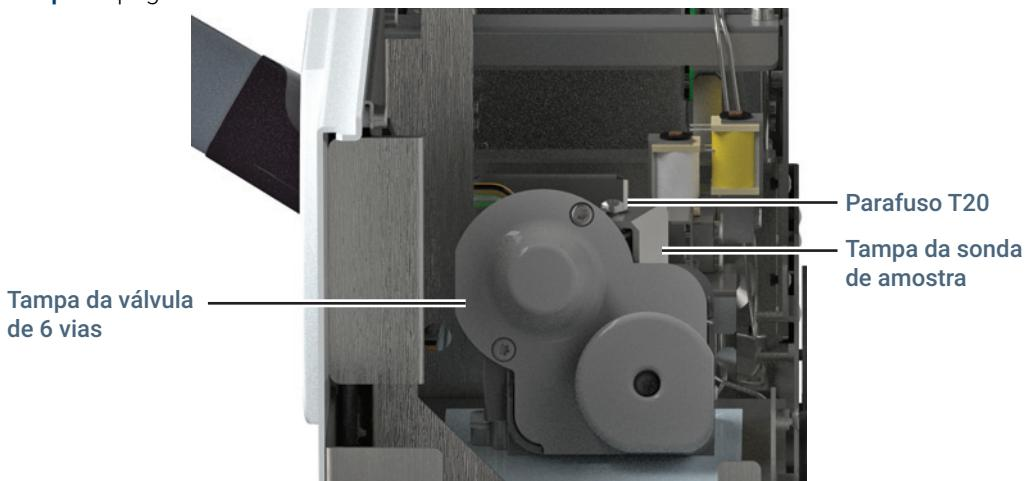

Figura 17. As tampas da válvula e da probe de amostra
- 5 Remova a tampa da válvula/do loop (**Figura 17**). Consulte “**Remover a Válvula/Tampa do Loop**” na página 19.